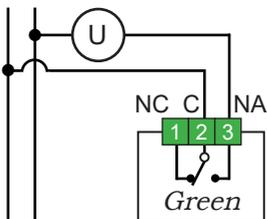

Fig. 2
- 4 • Fissare il "**Cestello**" nella "**Scatola 503**" con le apposite viti in dotazione (Fig.2).